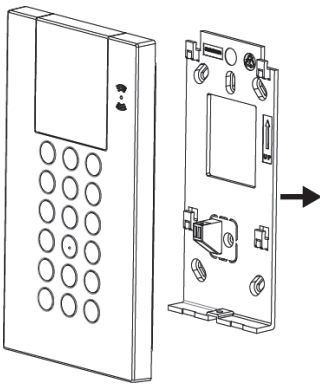

Figure 1
1. Séparez le support de fixation du clavier (voir Figure 1).